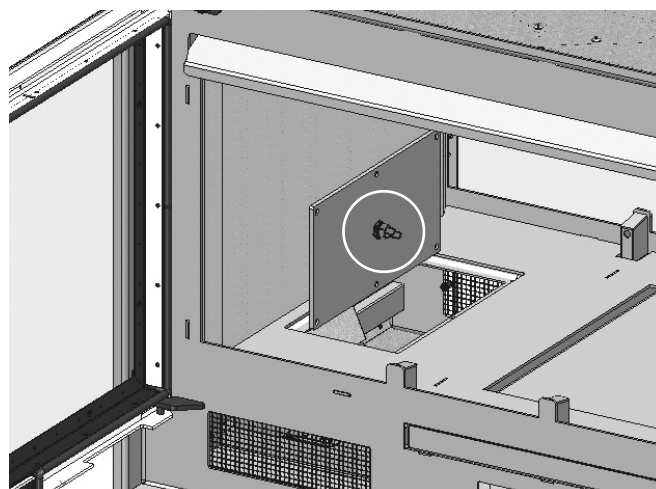

FIG. 11
3. **¡Atención!** En una de las tapas está colocado el termostato. Soltar el termostato al levantar la tapa desenroscándolo. (Fig. 11)